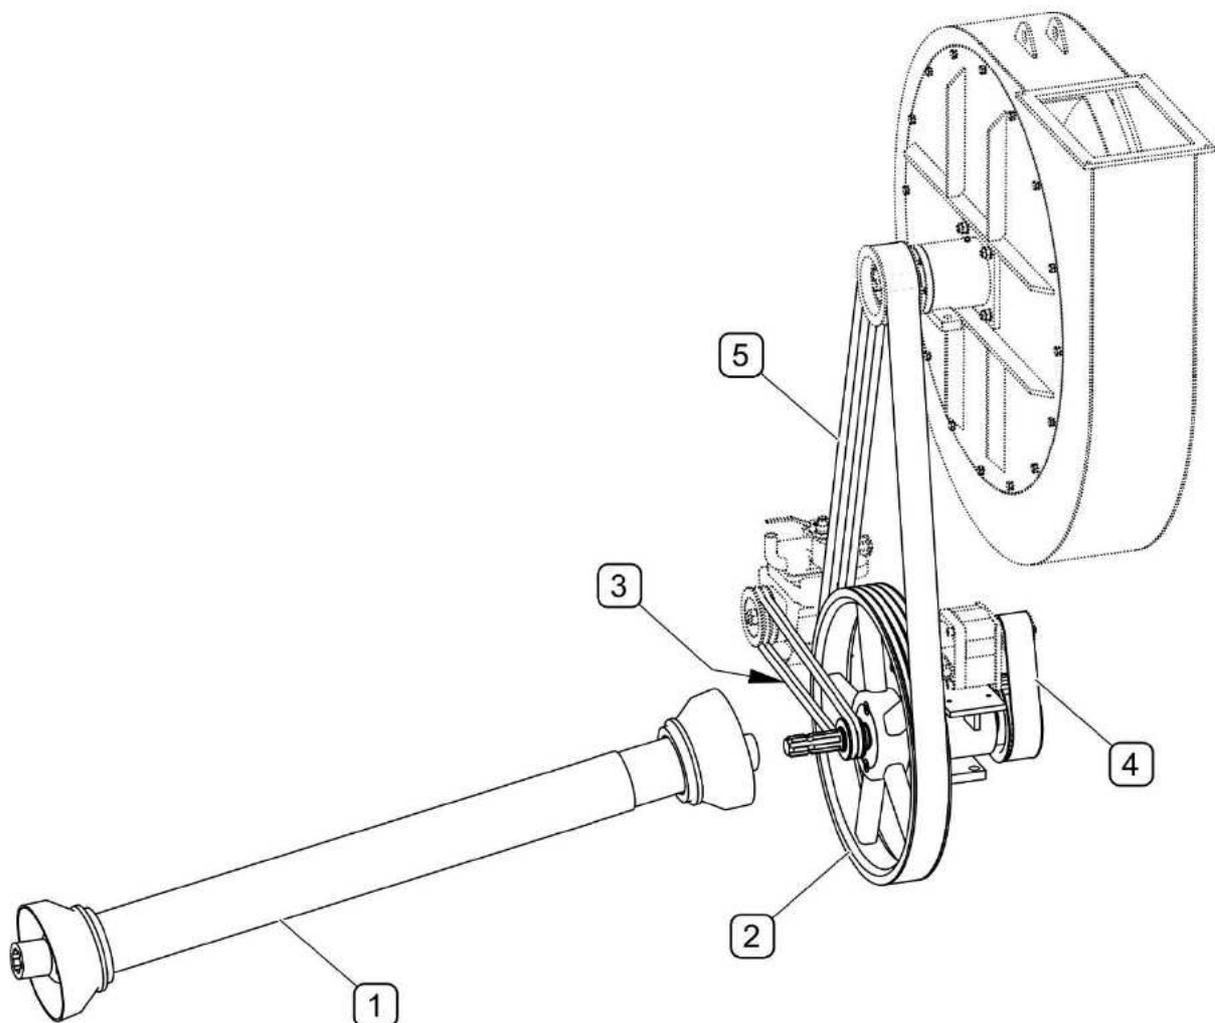

ABB. 3.15 Antrieb
(1) - Teleskop-Gelenkwelle; (2) - Antriebsübertragungssystem; (3) - Keilriemen des Wasserpumpenantriebs; (4) - Zahnriemen des Ölpumpenantriebs; (5) - Verbundriemen des Gebläseantriebs
Während des Betriebs ist das Antriebsübertragungssystem der Maschine (ABB. 3.15) über eine Teleskop-Gelenkwelle (1) mit der Zapfwelle am Schlepper verbunden. Über die Riemen (3), (4) und (5) werden die Wasserpumpe, Ölpumpe und das Ansauggebläse angetrieben.